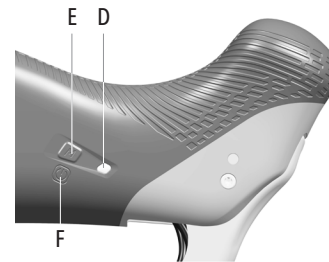

図8
- D - LED (図8)
- E - モード・ボタン (図8)
- F - 電源スイッチ (図8)